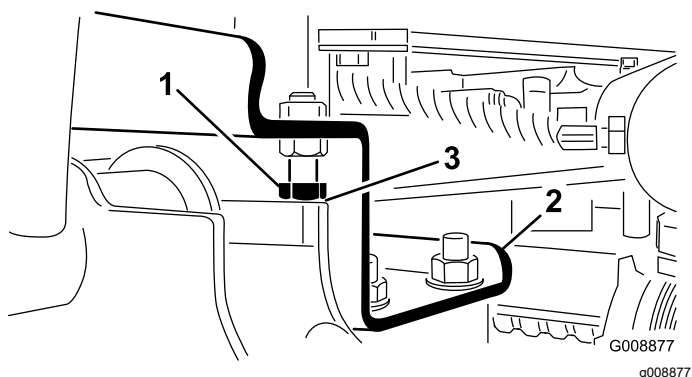

Рисунок 12
A. Ослабьте затяжку стопорных винтов (Рисунок 12).
2. Убедитесь в том, что зазор между каждым подъемным рычагом и стопорным винтом составляет от 0,13 до 1,02 мм (Рисунок 12). Если зазор выходит за пределы данного диапазона, отрегулируйте стопорные винты для обеспечения необходимого зазора.